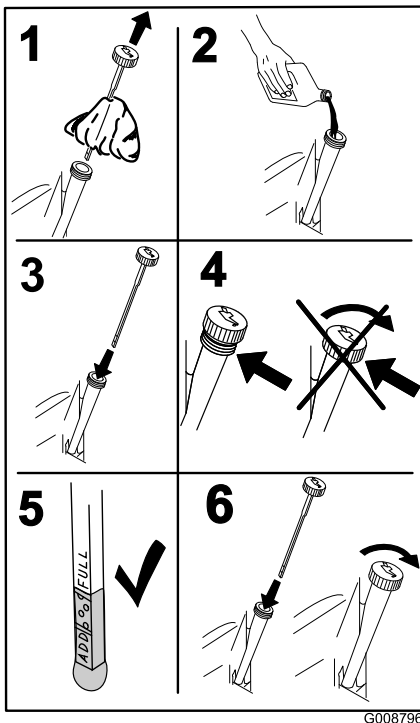

Figura 48
5. Vierta lentamente un 80% aproximadamente del aceite especificado por el tubo de llenado, luego añada lentamente el resto del aceite hasta que llegue a la marca **Full** (Figura 48).